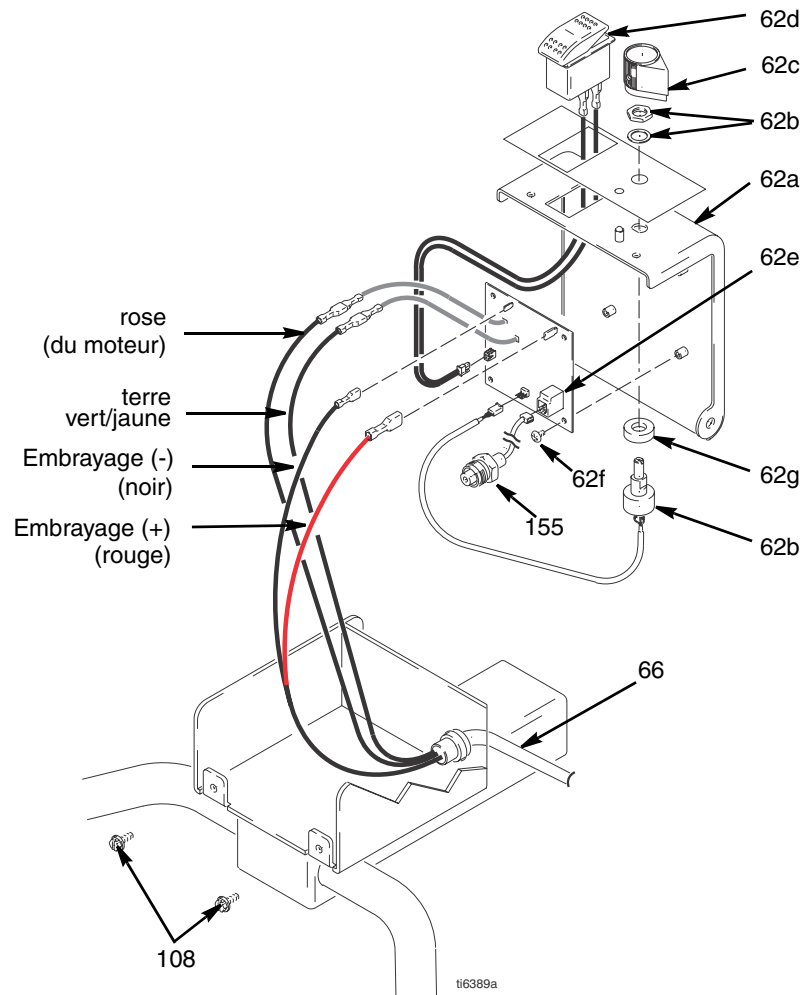

FIG. 14
2. FIG. 14. Retirer les deux vis (108) et ouvrir le boîtier (62a).
3. Débrancher les fils moteur et de terre du faisceau de fils (66).
- Fil du capteur (155)
1. FIG. 14. Mettre la platine de commande (62e) en place et la fixer à l'aide de quatre vis (62f).
4. Refermer le boîtier (62a) et le fixer à l'aide des deux vis (108).
3. Débrancher le fil du capteur (155) de la carte de commande (62e).
4. Faire passer le connecteur du capteur par le passe-fil (151).
5. Enlever le capteur et le joint torique (99) du filtre (67).
1. FIG. 14. Placer le joint torique (99) et le capteur (155) sur le carter du filtre (67). Serrer à 35-45 ft-lb.
3. Brancher le fil du capteur (E) sur la carte de commande (62e).
2. FIG. 14. Monter le potentiomètre, l'écrou d'arbre, la rondelle-frein et le bouton du potentiomètre (62c).